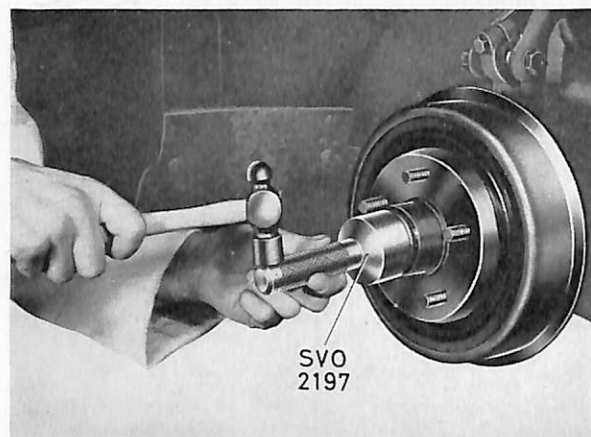

Bild 7. Demont. av fettkapsel.
2. Demontera fettkapseln med verktyg SVO 2197 (bild 7). Tag bort saxpinnen och kronmuttern. Drag av navet med verktyg SVO 1791 (bild 8). Följer ej inre lagret med ut drages det av spindeln med verktyg SVO 1794 (bild 9). För nav med 4 hjulbultar (tidigare utförande) användes istället för de två sistnämnda verktygen avdragare SVO 1446 resp. SVO 4016.